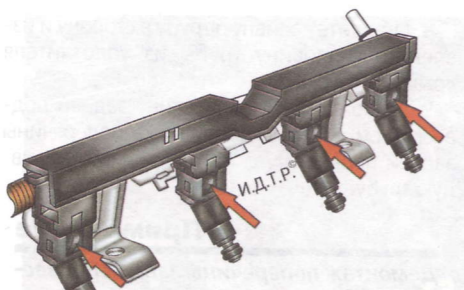

Рис. 5.28. Отсоединение от форсунок рампы электрических разъемов
8. Отжав отверткой фиксаторы колодок жгутов проводов форсунок, как показано на рис. 5.28, отсоедините от форсунок колодки рампы 6 (см. рис. 5.27) электрических разъемов форсунок и отведите раму в сторону.